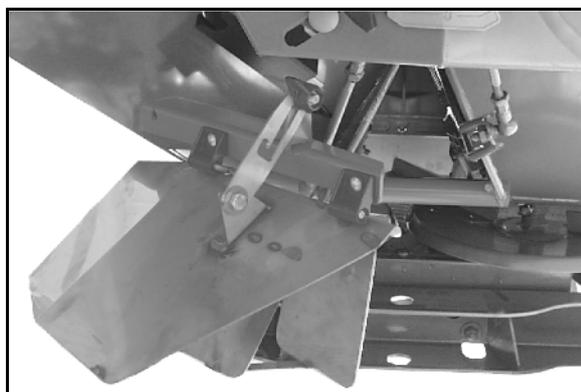

Fig. 89
3. Remplacez impérativement la goupille beta (Fig. 89/3) **dans le sens contraire** de rotation (Fig. 89/4). (Est illustré ci-contre le sens du déplacement pour le côté droit de la machine).